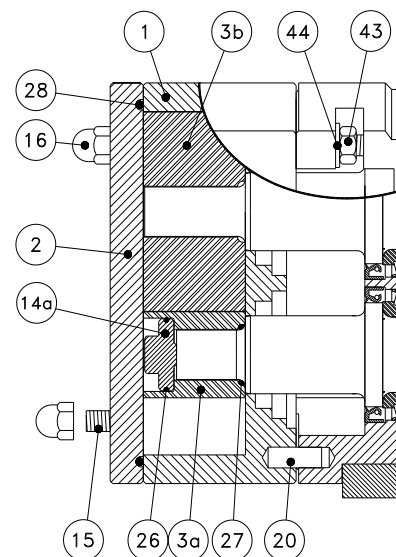

Figure 4.4.1
Desserrer les **goujons** (pièce 43 sur la figure 4.4.1). Retirer le **boîtier de rotor** en tirant par les orifices ou en tapant doucement avec un maillet en caoutchouc. Ne pas balancer le **boîtier du rotor** d'avant en arrière de manière excessive. Les joints pourraient céder. Les **bagues de maintien du joint**, les **boulons**, les **faces de joint stationnaire** et les **joints toriques stationnaires** doivent tous sortir avec le **boîtier du rotor**. Dévisser les **boulons** pour retirer les **bagues de maintien du joint**, les **faces de joint stationnaire** et les **joints toriques stationnaires**. Glisser les **faces de joint rotatif** et les **joints toriques rotatifs** en dehors des arbres. Pour éviter tout dégât, manipuler et stocker les **faces de joint stationnaire** et les **faces de joint rotatif** libres pour que les surfaces rodées pour l'étanchéité ne soient pas rayées. S'ils ne sont pas remplacés, les **colliers de l'entraînement** doivent rester sur les arbres. Sinon desserrer le jeu de vi et les glisser hors des arbres. Les séries UNIBLOC-PD 500 peuvent utiliser des bagues d'usure, voir le schéma dans la section 4.4.4.1.
Retirer les **joints toriques d'arbre** (pièce 27 sur la figure 4.4.1) situés derrière les dentelures de l'arbre. Utiliser deux longs tournevis plats avec une angle de 180 ° pour sortir la **chemise d'arbre** hors du **boîtier du rotor**. Utiliser une lame de rasoir ou un tournevis plat très fin pour retirer la **face du joint rotatif** de la **chemise d'arbre**. Retirer la **face du joint stationnaire** de la **bague de maintien du joint** à la main.
Placer le **joint torique rotatif** sur le côté intensifié de la **face du joint rotatif** et lubrifier. Lors de l'alignement des logements de goupilles de la **face du joint rotatif** avec les goupilles de la chemise d'arbre, presser manuellement la **face du joint rotatif** dans la **chemise d'arbre** jusqu'à son emmanchement complet. Lubrifier le **joint torique** situé dans le diamètre intérieur de la **chemise d'arbre**. Aligner les logements de goupilles de la **chemise d'arbre** avec les goupilles de l'arbre (pièce 90 sur la figure 4.4.1), presser manuellement la chemise d'arbre (avec le joint rotatif installé) uniformément jusqu'à son emmanchement et que l'on puisse sentir la tension du ressort. La tension du ressort sera réglée par l'installation du rotor à l'arbre.
Débrancher la tuyauterie des **boîtiers de rinçage**. Desserrer le jeu de vis du **collier d'entraînement** en insérant une clé allen dans les trous du boîtier. Desserrer les écrous-goujons (pièce 43 sur la figure 4.4.1). Retirer le boîtier du rotor (pièce 1 sur la figure 4.4.1) en tirant par les orifices ou en tapant doucement avec un maillet en caoutchouc. Le laisser avec la cavité orientée vers le haut. Ne pas basculer le boîtier d'avant en arrière de manière excessive ou ne pas le laisser entrer en contact avec les cannelures de l'arbre. Les joints pourraient céder. L'ensemble des joints, attachés aux boîtiers de rinçage, devrait sortir du boîtier du rotor. Dévisser les **boulons** pour retirer les **boîtiers de rinçage**, les **faces de joint stationnaire (secondaire)**, les **joints toriques du boîtier de rinçage** et **stationnaires (secondaire)**. Les composants restants du joint peuvent maintenant être retirés. Pour éviter tout dégât, manipuler et stocker les faces de joints dévissées pour éviter de rayer les surfaces rodées du joint. Retirer les **faces du joint stationnaire (primaire)** en les tirant hors des alésages du joint de boîtier du rotor. Retirer les **faces de joint stationnaire (secondaire)** et les poussant hors des **boîtiers de rinçage**.
Desserrer les écrous-goujons (pièce 43 sur la figure 4.4.1). Retirer le boîtier du rotor (pièce 1 sur la figure 4.4.1) en tirant sur les orifices ou en tapant doucement avec un maillet en caoutchouc. Le joint entier avec tout ses composants sortira attaché au boîtier de rotor. Retirer les **boulons** et les **anneaux de maintien du joint**. Tirer les **cartouches de joint double O-Lip** en dehors des alésages du boîtier de rotor. Si un manchon optionnel est utilisé, il sera retiré avec la cartouche.
Si un système de rinçage abordé dans la section 3.3 est utilisé, le débrancher des boîtiers de rinçage (41). Desserrer les écrous-goujons (pièce 43 sur la figure 4.4.1). Retirer le **boîtier de rotor** en tirant par les orifices ou en tapant doucement avec un maillet en caoutchouc. Toutes les pièces du joints sortiront du boîtier. Retirer les boîtiers de rinçage (41) en dévissant les boulons (32). Les joints toriques (40a, 40b, 40c) peuvent être maintenant retirés.